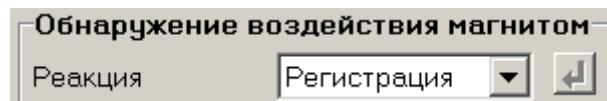

Рис.27. Настройки НС «Воздействие магнитом».
- 5.3. Установочные параметры для НС **Воздействие магнитом** находятся на вкладке **Настройки** основного окна программы «Монитор» в группе **Обнаружение воздействия магнитом** (рис.27).